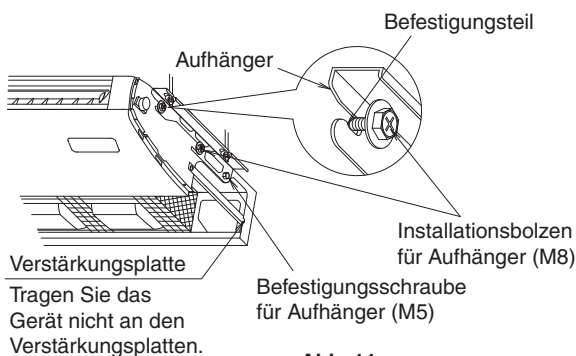

Abb. 11
- (2) Heben Sie das Innenaggregat an, schieben Sie es von vorne her und setzen Sie den Installationsbolzen der Aufhängung (M8) für die temporäre Aufhängung ein. (Siehe Abb. 11)
- (3) Ziehen Sie die Befestigungsschrauben der Aufhängung (M5) an den 2 Stellen fest, von denen sie zuvor entfernt wurden. (Siehe Abb. 11)
- (4) Ziehen Sie die Installationsbolzen der Aufhängung (M8) an 4 Stellen sicher fest. (Siehe Abb. 11)